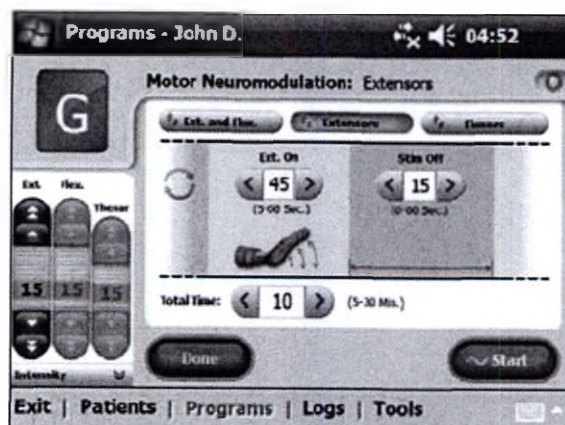

Рис. 8-25 Программа G, окно разгибателей
1. Настройте время активации разгибателей, время отключения стимуляции и общее время см. рис. 8-25.